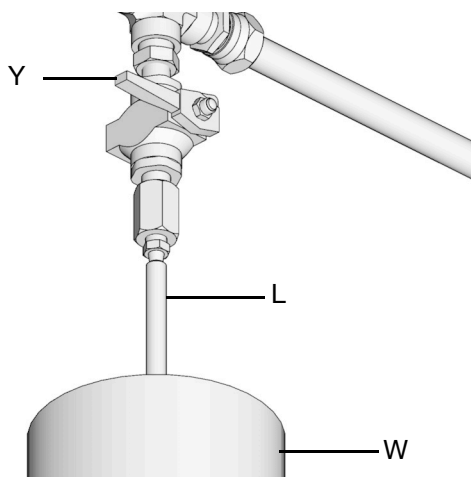

FIG. 30
- a. Para aliviar la presión entre la bomba de llenado (F) y la desconexión de llenado automático (B), abra válvula de alivio de presión de la manguera de suministro (Y) (FIG. 30). La presión se aliviará y el fluido sobrante se drenará por el tubo de drenaje (L) hacia el recipiente de desbordamiento de lubricación (W).